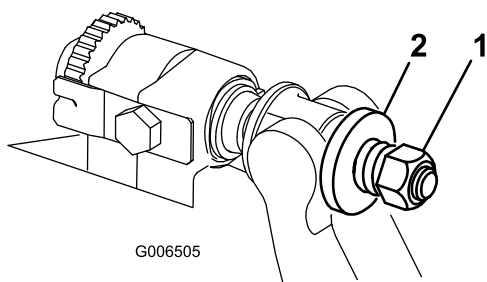

Рисунок 33
6. Затягивайте гайку натяжения пружины до полного сжатия пружины, после чего ослабьте на $\frac{1}{2}$ оборота (Рисунок 33).